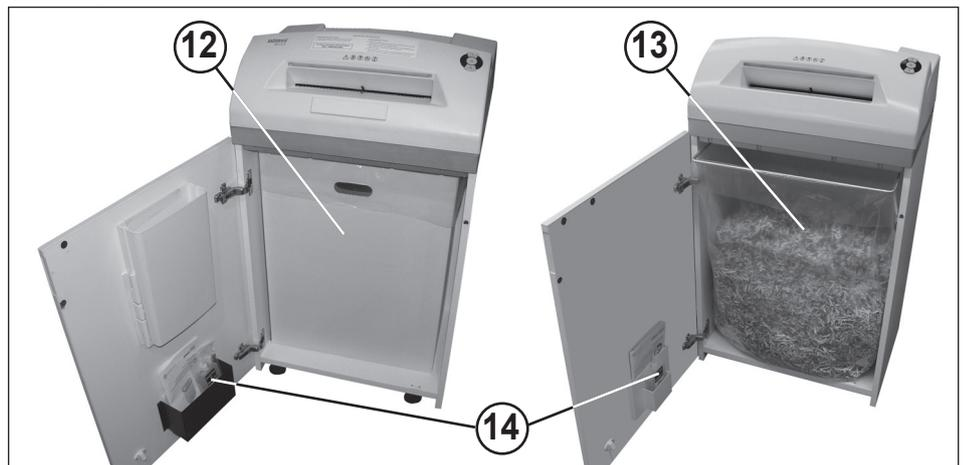

Fig. 4
## 12 = Recipiente recolector (Fig. 4)
## 13 = Saco recolector para papel (Fig. 4)
## 14 = Botellita de aceite (Fig. 4)
## CÓMO VACIAR EL RECIPIENTE RECOLECTOR / SACO RECOLECTOR PARA PAPEL (Fig. 4):
Abra la puerta. El indicador de control (8) se enciende y el indicador piloto (1) del pulsador de retroceso (4) así como el indicador de control (7) **parpadean**. Tome la botellita de aceite (14) (Fig. 4) situada en el soporte de la puerta y vuelva a cerrar la puerta.